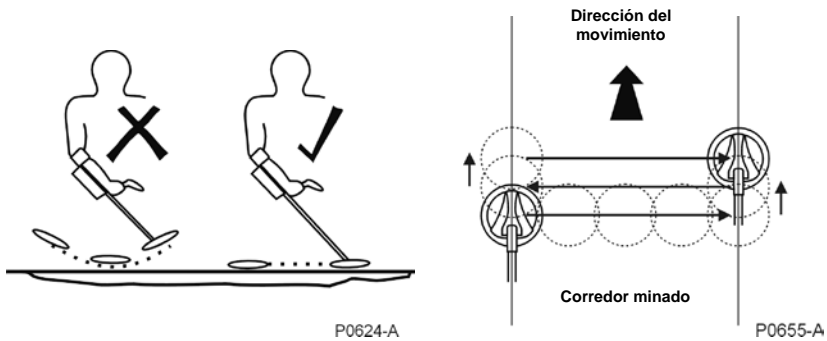

Figura 24: Procedimiento de Rastreado
**5.4 Procedimiento de Rastreado.** El barrido con el F3 debe ser realizado con un movimiento suave y parejo a una velocidad de 0.6 m/s (2'/s). Si el barrido con el detector es demasiado rápido o demasiado lento, los blancos pequeños o a mucha profundidad pueden no ser detectados. La bobina debe mantenerse siempre a la misma altura por encima del terreno teniendo cuidado de no levantar la bobina inadvertidamente al final de cada barrido. (Figura 24).